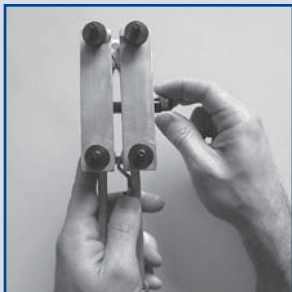

Figura 1
4. Consulte la Figura 1. Deslice el separador hacia las abrazaderas de montaje, comprima las asas para cerrarlas y apriete con los dedos la mariposa que se encuentra a la derecha de la abrazadera de montaje del lado derecho.